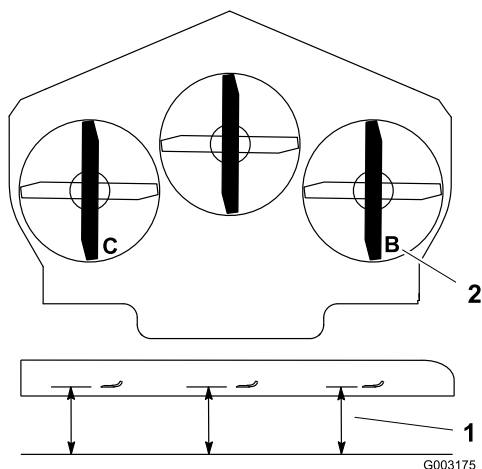

Figure 77
- Tournez la lame droite dans le sens longitudinal (Figure 77).
- Mesurez la distance au point **B** entre la surface plane et le tranchant de la pointe de la lame droite (Figure 77).
- Tournez la lame gauche dans le sens longitudinal (Figure 77).
- Mesurez la distance au point **C** entre la surface plane et le tranchant de la pointe de la lame gauche (Figure 77).